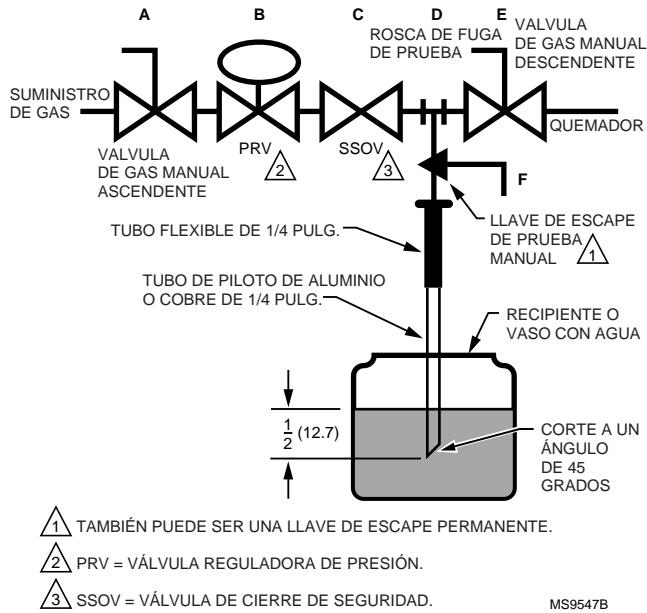

Fig. 7. Prueba de fuga de válvula
### Prueba de Fuga de Válvula (Fig. 7)
1. Elimine la energía del sistema de control para asegurar que no haya energía al actuador de la válvula (C, Fig.7).
2. Cierre la válvula manual de gas ascendente (A).
3. Asegúrese de que la llave de escape manual de prueba (F) esté cerrada en el ensamble de rosca de prueba de fuga (D).
4. Quite el tapón roscado de prueba de fuga y conecte el aparato de prueba a la rosca de fuga (D).
5. Cierre la válvula manual de gas descendente (E).
6. Abra válvula manual de gas ascendente (A).
9. Abra lentamente la llave de escape de prueba (F).